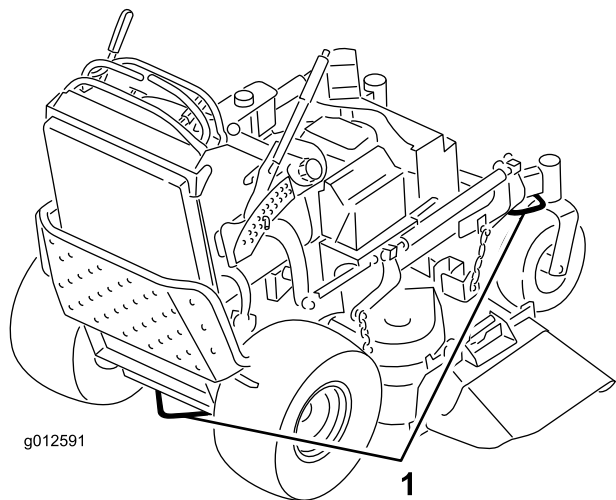

Figura 26
- Utilize os aros de fixação metálicos na máquina para prender firmemente a máquina ao atrelado ou veículo com cintas, correntes, cabo, ou cordas (Figura 26).